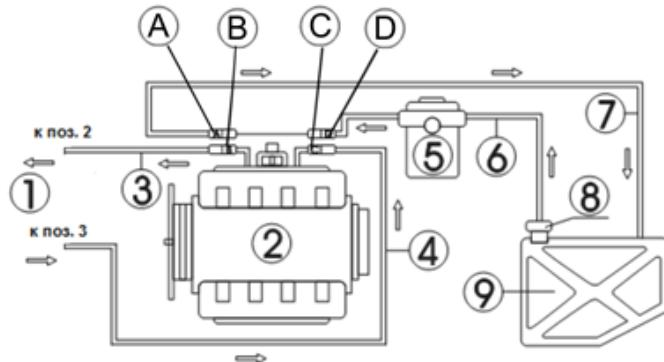

Рис. 5.17
- 1) Отсоедините соединения шлангов подачи топлива (C, D) и шлангов возврата топлива (A, B) топливной системы двигателя (при отключении соединителя оберните его куском ткани). Подберите подходящие соединители и подсоедините их к концам шлангов B и C, а затем подсоедините другие концы к соответствующим концам сливного и подающего шлангов стенда. См. рис. 5.17.